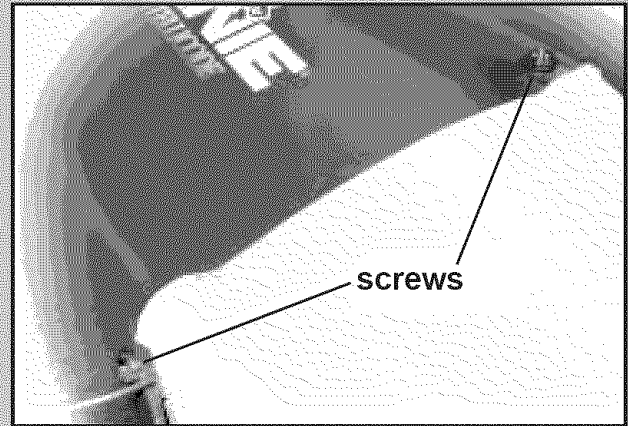

Fig. 6-1
3. Remove motor cover (Fig. 6-1).
**2. Attach visor clip Fig. 6-1.**